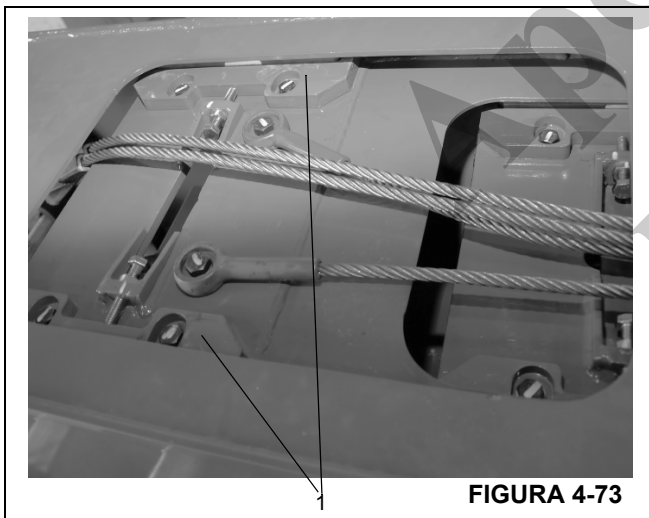

FIGURA 4-73
22. Instale as placas de desgaste ajustáveis (Figura 4-73, 1) na parte superior da extremidade da base da seção intermediária interna.